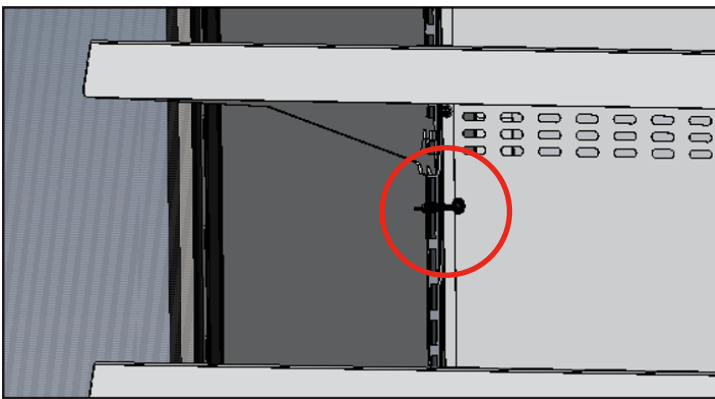

Abb. 1. LED-Netzkabel ausfindig machen.
1. Machen Sie das LED-Netzkabel ausfindig, das aus der inneren Rückwand herausragt. Siehe Abb. 1.